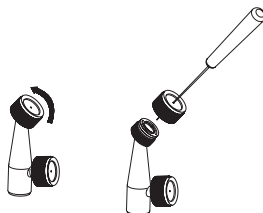

Figure 14
- Poussez un petit fil à travers les trous exposés pour éliminer les débris. Ensuite, faites le rinçage avec l'eau propre. Voir la figure 14.